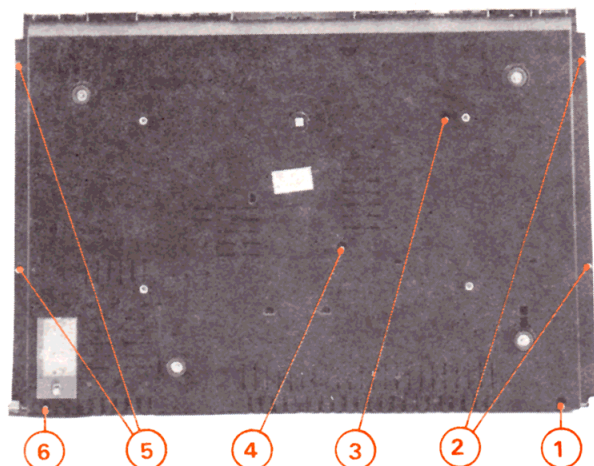

Fig. 1
#### A – DEPOSE DU COFFRET (Fig. 1 et 2)
- 2° - Dévisser et enlever les vis (1), (2), (3), (4), (5) et (6) (Fig. 1).